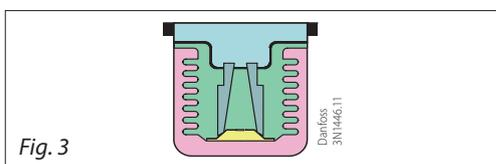

Fig. 3
3. Fig. 3. Sonde intégrée dans l'élément thermostatique hermétique.